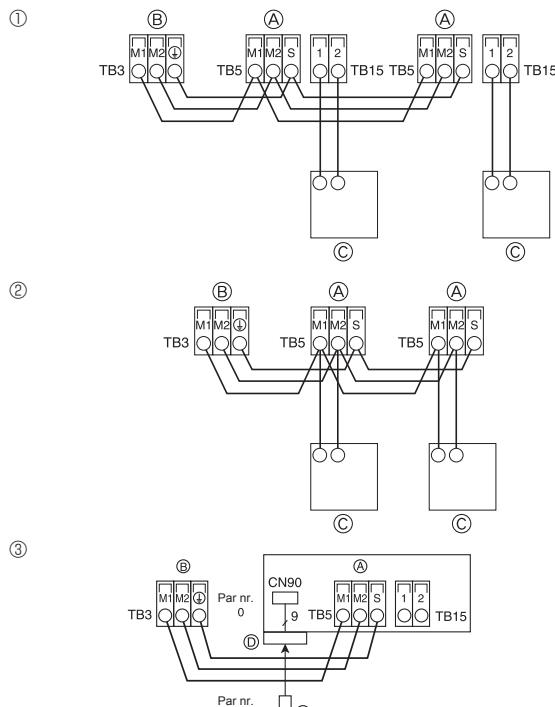
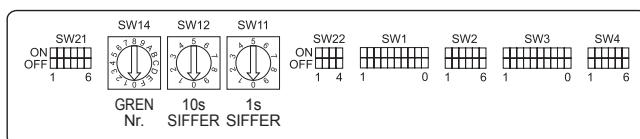

Fig. 4-8
Fig. 4-9
4.4. Tilkobling av fjernkontroll, innendørs og utendørs overføringskabler (Fig. 4-8)
- ① MA fjernkontroll
② M-NET-fjernkontroll
③ Trådløs fjernkontroll (Ved installasjon av trådløse signalmottaker)
④ Terminalblokk for innendørs overføringskabel
⑤ Terminalblokk for utendørs overføringskabel (M1(A), M2(B), ④(S))
⑥ Fjernkontroll
⑦ Trådløs signalmottaker
⑧ Trådløs fjernkontroll
4.5. Innstilling av adresser (Fig. 4-9)